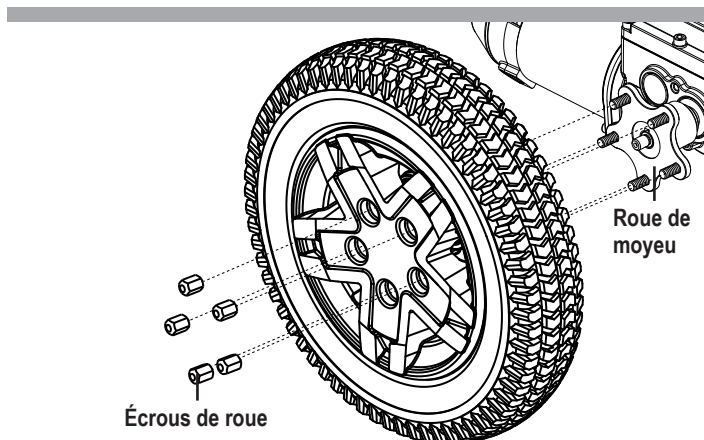

Figure 19. Enlèvement de la roue motrice du Q4
4. Retirez les cinq (5) écrous de roue du moyeu. Voir la figure 19.